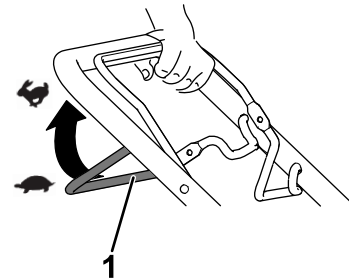

Figura 10
- Para activar la autopropulsión: apriete la barra de autopropulsión contra el manillar y manténgala en esa posición (Figura 10).